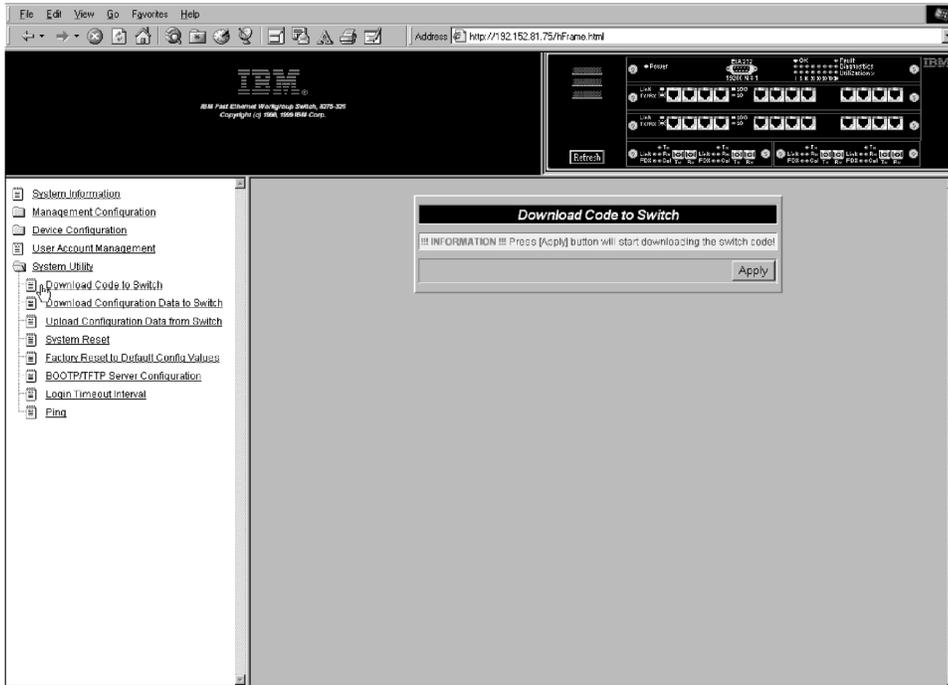

Figura 80. Panel de confirmación de Download Code to Switch
Paso 5. Vuelva a seleccionar **Apply** a efectos de confirmación, tal como se muestra en la Figura 80, y pulse **Intro** para comenzar la bajada.